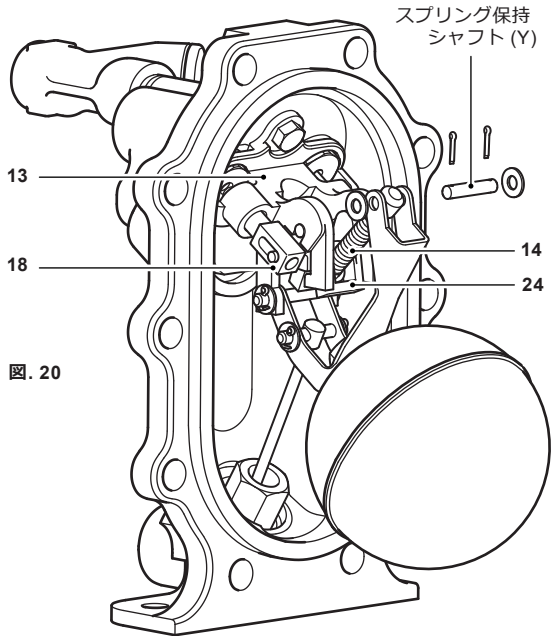

図. 20
3. スプリング保持シャフト（Y）の片側から割ピンとワッシャーを取り外し、シャフトを慎重に抜き取ります。（図20参照）